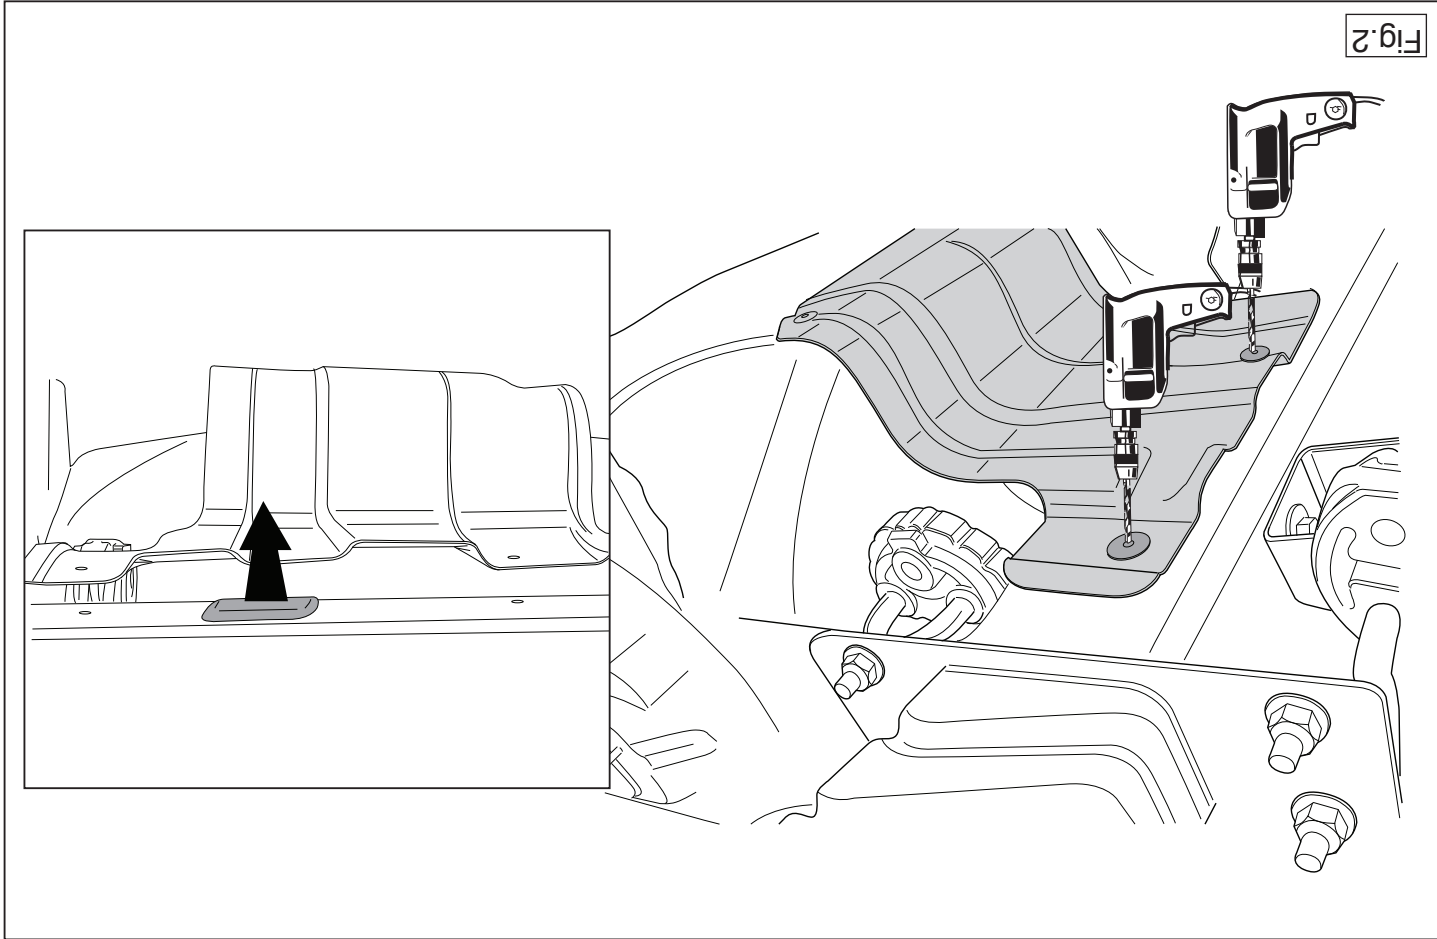

Fig. 2
3. Verwijder t.p.v. de aangegeven punten de rubberen doppen (zie fig. 2).
2. Remove the back exhaust silencer and loosen the heat shield. (See figure 2).
3. Remove the rubber caps at the points indicated (see fig. 2).
2. Den hintersten Auspuff-Schalldämpfer abmontieren und das Hitzeschild lösen. (Siehe Abbildung 2).
3. Bei den angegebenen Punkten die Gummikappen entfernen (siehe Abb. 2).
2. Démontez l'échappement du silencieux arrière et détachez le bouclier thermique. (Voir la figure 2).
3. Enlever les bouchons en caoutchouc à l'emplacement des points indiqués (voir la fig.2).
3. Avlägsna gummikåporna vid de markerade punkterna (se fig. 2).
3. Fjern gummikapslerne ved de markerede punkter (jævnfør fig. 2).
3. Retirar a la altura de los puntos indicados los tapones de goma (véase la fig. 2).
3. Rimuovere i tappi in gomma dai punti indicati (vedi fig. 2).